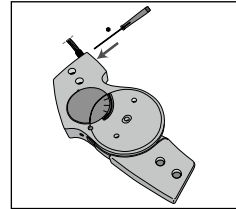

Fig. 8
7. Allenti la vite di sicurezza del punto conico sul lato del giunto, bastano due giri (**vedere Fig. 8**). Non rimuova la vite dal giunto.
18. Serrare la vite di sicurezza del punto conico nel giunto **(vedere Fig. 8)**.